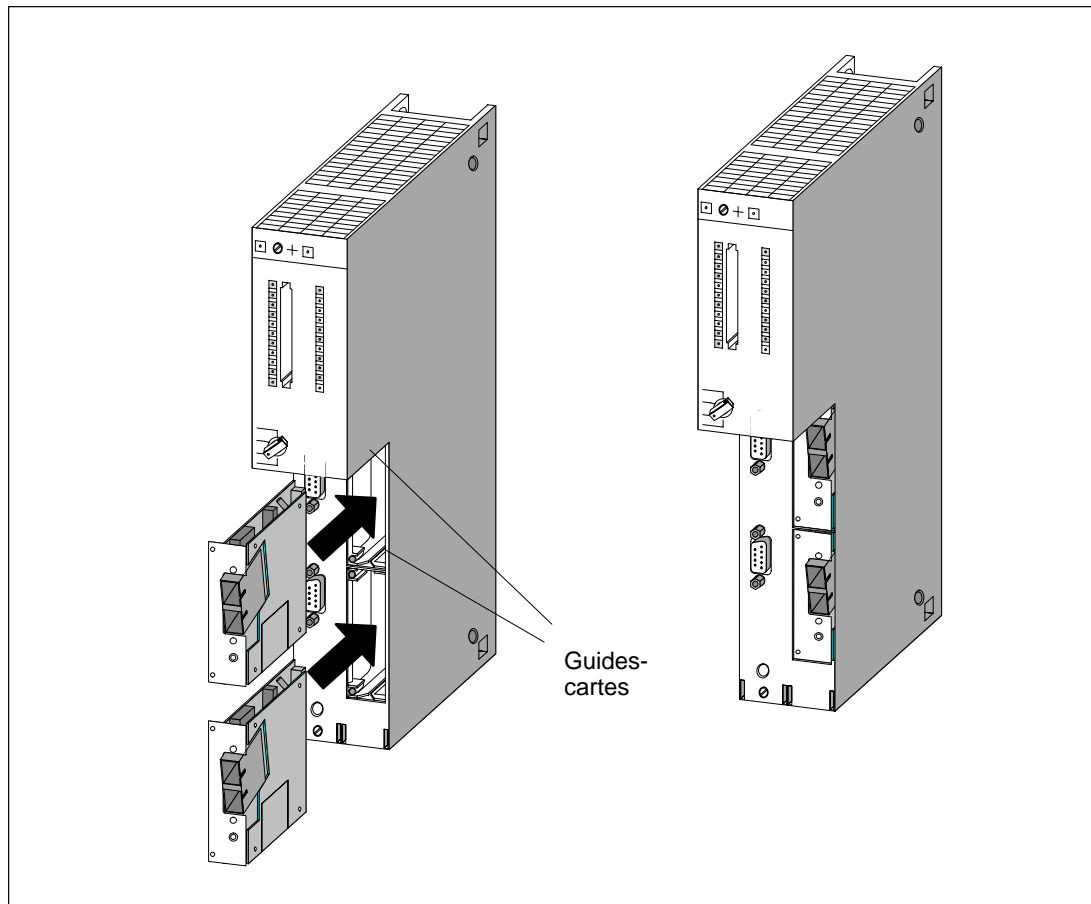

Figure 6-3 Montage de cartouches interfaces dans une CPU
4. Engagez le circuit imprimé de la cartouche dans le guide-carte supérieur et inférieur du logement, comme le montre la figure 6-3.